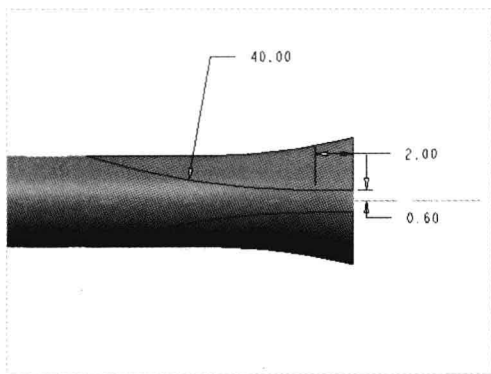

图 15-35 绘制截面 4
Step 13 采用与上同样的方法，使用“拉伸”命令，弹出“拉伸”选项卡，在绘图区选择 FRONT 基准平面作为草绘平面，进入草绘环境；单击“草绘”选项卡中的相应按钮，绘制截面，如图 15-35 所示，单击“关闭”面板中的“确定”按钮，完成截面绘制并退出草绘环境。